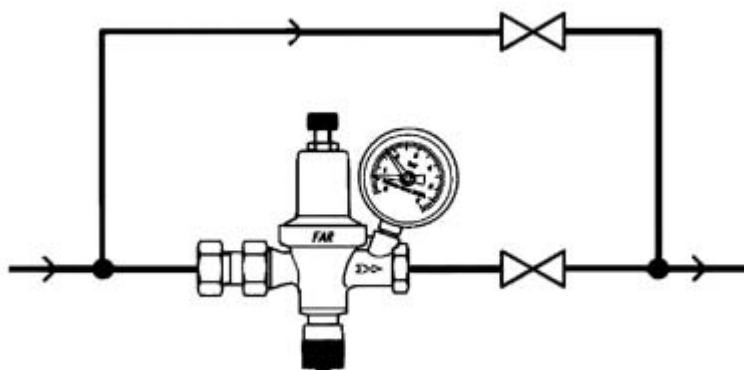

Рис. 3
Для уменьшения времени наполнения системы можно установить редуктор вместе с байпасом (рис. 3).
Редуктор (рис. 3) состоит из двух концентрических камер (1 и 2), разделенных мембраной (3). Камера (1) связана присоединительными фитингами с питающей и потребляемой системами. Мембрана зажимается между корпусами (1) и (2) через стальное кольцо (4). В камере (2) на мембрану через стальную кнопку (9) воздействует пружина (6), сила, прижатия которой калибруется кольцом (7). Кнопка (9) связана штоком с клапаном (10). Вверху редуктора имеется колпачок (8) с обозначением FAR. На выходе редуктора располо-